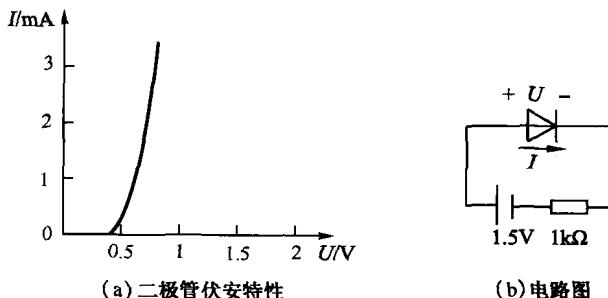

图 1.3.2 二极管伏安特性和电路图
**【例 1.3】** 二极管的伏安特性如图 1.3.2(a)所示。要求:
(1) 在二极管回路中加 1.5V 的电压, 如图 1.3.2(b)所示, 求此时二极管的电流和电压。
(2) 如果回路中的电压改为 3V, 此时二极管的电流和电压各为多少?